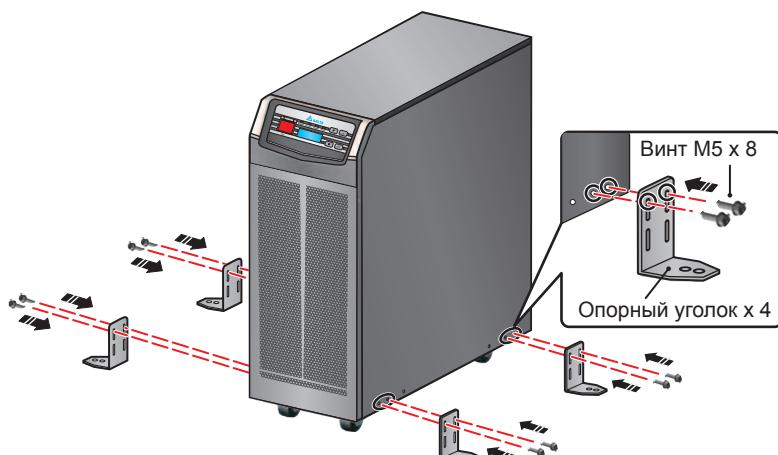

Рис. 6-6. Установка опорных уголков ИБП 15/20 кВА
- 3** Прикрепите с обеих сторон ИБП опорные уголки, как показано на *Рис. 6-6*. Обратите внимание, что винты M5 должны быть вставлены в нижний ряд крепёжных отверстий каждого опорного уголка и зафиксированы в верхнем положении соответствующего отверстия.